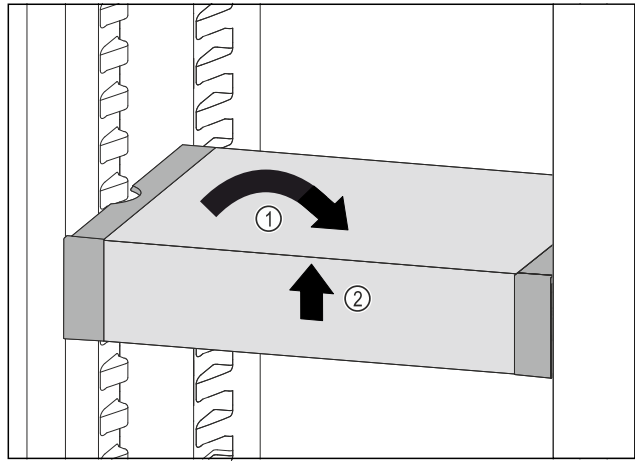

Fig. 106
- ▶ Изправете VarioSafe. Fig. 106 (1)
- ▶ Повдигнете VarioSafe отпред. Fig. 106 (2)